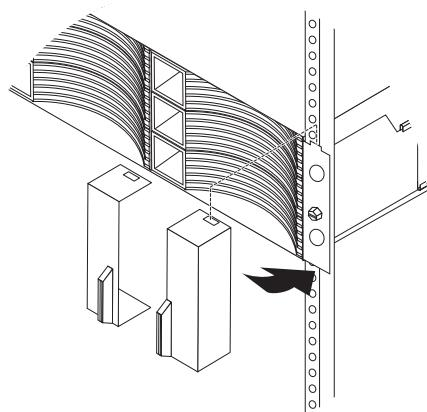

图 13. 安装挡板
6. 安装存储子系统或扩展机柜上的左右挡板，如图 13 所示。使挡板顶部的插槽与机箱凸缘上的卡口对齐，并向下旋转挡板直至其咬合到位。确保挡板内侧表面与机箱齐平。